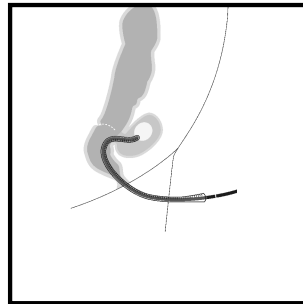

Abb. 2
8. Endoskop mit Overtube (bzw. Rektoskop oder Proktoskop) unter Verwendung eines geeigneten Gleitmittels vorsichtig in den Analkanal einführen und zur Insuffizienzhöhle spiegeln (Abb. 2).